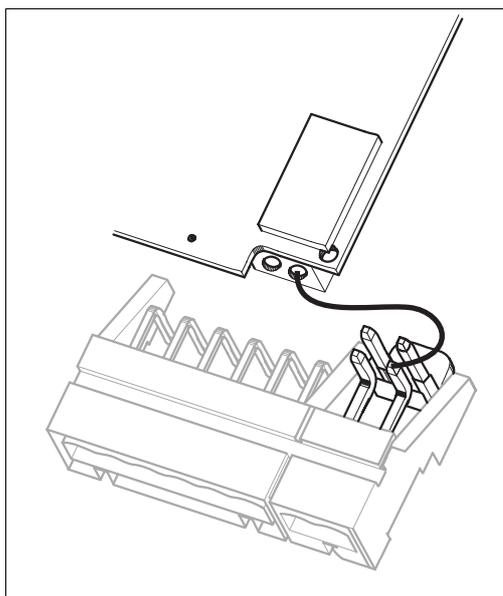

Fig. 28: Modulo di ingresso pH nel coperchio della custodia con cavo (rosso) per la connessione di elettrodi in vetro
5. Sul lato destro del coperchio della custodia, scollegare ambedue le estremità del cavo rosso che collega l'ingresso pH (vedere Fig. 28).